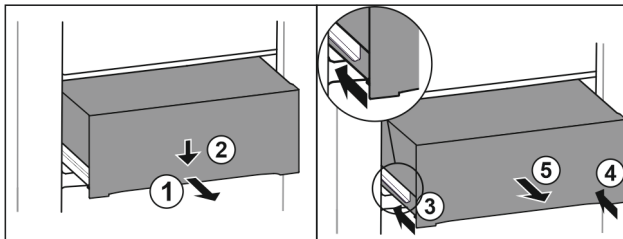

Fig. 99
- Tirer le tiroir jusqu'à mi-chemin. Fig. 99 (1)
- Appuyer sur l'avant du tiroir vers le bas. Fig. 99 (2)
- Insérer le rail gauche d'env. 2 cm. Fig. 99 (3)
- Insérer le rail droit d'env. 2 cm. Fig. 99 (4)
- Retirer le tiroir par l'avant. Fig. 99 (5)